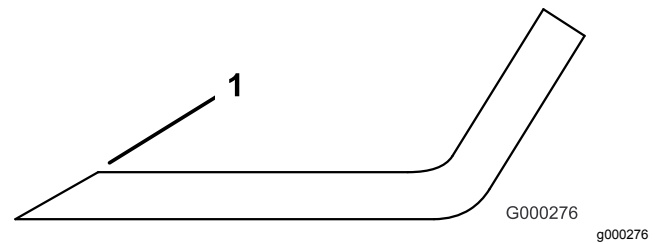

Figure 95
1. Au moyen d'une lime, aiguissez les tranchants à chaque bout de la lame (Figure 95). Veillez à conserver l'angle de coupe d'origine. Limez la même quantité de métal sur chacun des deux tranchants pour ne pas déséquilibrer la lame.